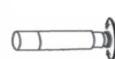

Fig.a1
- Beim 6x30 Sucher: Lösen Sie den Fixierring am vorderen Ende des Sucherfernrohrs. Nun kann durch Drehen der vorderen Linsenhalterung das Sucherfernrohr scharfgestellt werden. Anschließend den Fixierring wieder anziehen (Fig.a1).